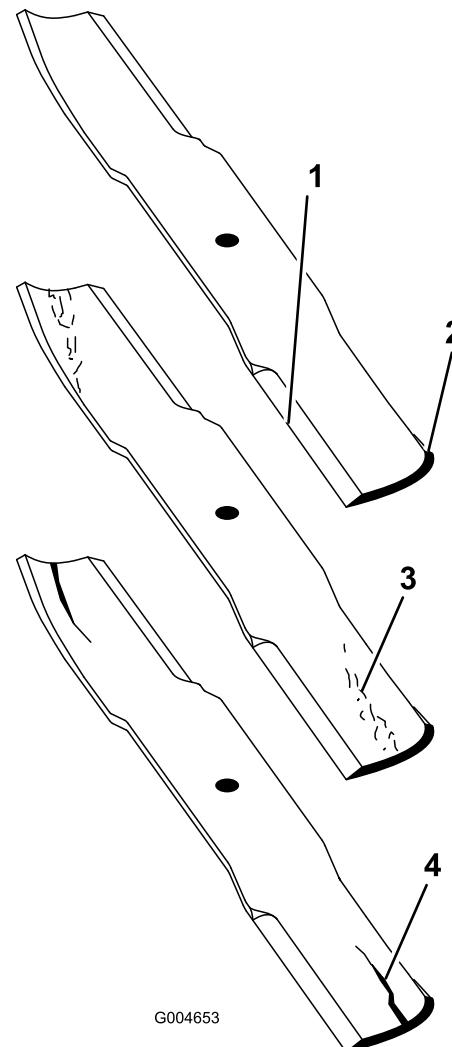

Figura 113
2. Verificate accuratamente i taglienti, con particolare attenzione ai punti d'incontro delle sezioni piatta e curva della lama (Figura 113).
Nota: Sabbia e materiali abrasivi possono consumare il metallo che connette le sezioni piatta e curva della lama, per cui si consiglia di controllare la lama prima di usare il tosaerba. Se riscontrate segni di usura (Figura 113), sostituite la lama.